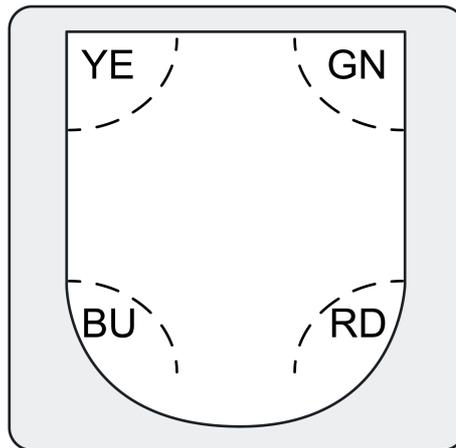

Figura 7: LED di stato
Dietro la finestra del sensore (4) si trovano i LED di stato che segnalano la modalità di funzionamento attuale (figura 7).